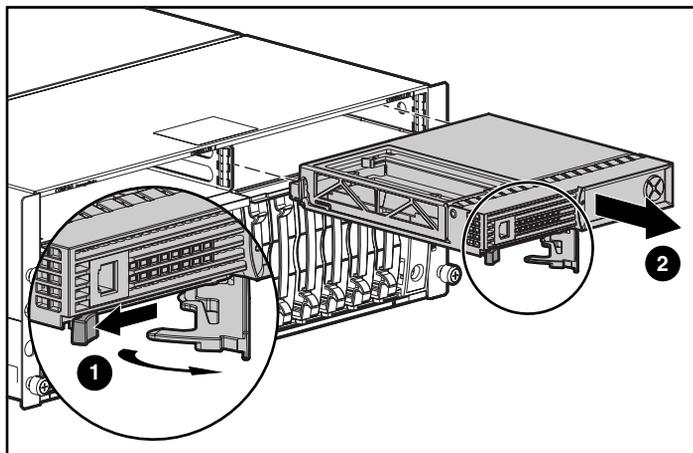

Figura 3: Rimozione del controller MSA1000 dal sistema MSA1000
1. Premere la levetta del controller e tirare la maniglia verso di sé ❶.
2. Rimuovere il controller MSA1000 estraendolo dal telaio ❷, come mostrato nella Figura 3.